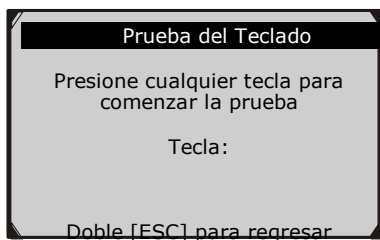

Figura 3.10
- 2) Presione cualquier tecla para comenzar la prueba. Cuando se presiona una tecla, el nombre de la tecla deberá observarse en la pantalla. Si el nombre de la tecla no aparece, entonces la tecla no está funcionando apropiadamente. (Figura 3.10)